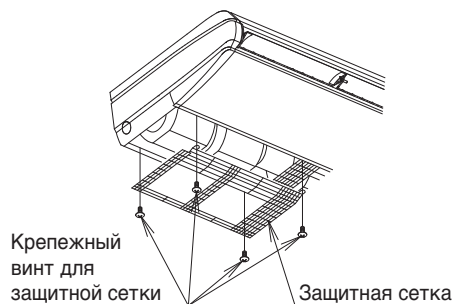

Рис. 22
- После установки сливного шланга (1) (дополнительная принадлежность) подсоедините защитную решетку, выполнив действия в обратном порядке. (См. **рис. 22**)
- Диаметр трубопровода должен быть равным или превышать диаметр сливного шланга (1) (дополнительная принадлежность) (ПВХ-патрубок с номинальным диаметром 20 мм и внешним диаметром 26 мм).